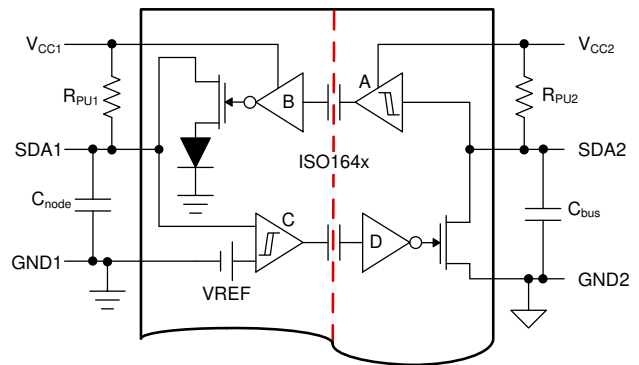

图 2. 将双向 SDA 信号分离为单向隔离通道的 ISO164x 方案
图 2 功能图展示了 I²C 总线的双向串行数据线 (SDA) 信号如何在内部分离为两个使用数字隔离器通道隔离的单向信号。隔离式 I²C 器件在第 1 侧连接一个低电容 I²C 节点, 在第 2 侧连接一个容值高达 400pF 的满载 I²C 总线。内部单向通道的排列和连接造就了一个易于闩锁的闭合信号回路。通过实现一个输出缓冲器 (B) 和一个输入缓冲器 (C), 可防止出现这种闩锁情况。输出缓冲器 (B) 的输出低电平由二极管压降抬升至约 0.65V, 输入缓冲器 (C) 由一个定义了迟滞的比较器组成。然后, 比较器的上下输入阈值会区分来自 SDA1 的低电位和来自输出缓冲器 B 的电位。